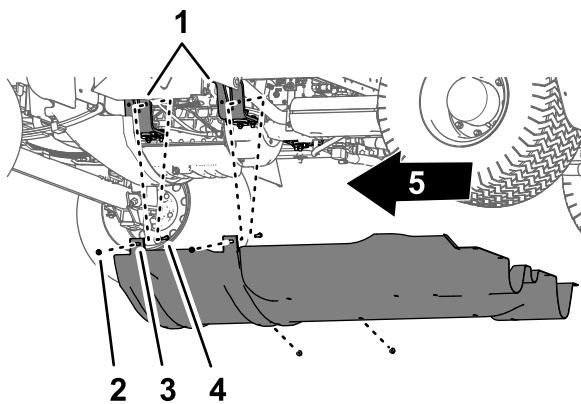

Bild 59
2. Nehmen Sie die vier Sicherungsbundmutter (5/16") von den Schrauben und der Schlossschraube ab, mit denen die Befestigungsnasen der Fahrwerkabdeckung an den Befestigungshalterungen des Motors der Maschine befestigt sind (Bild 59).
- Nehmen Sie die Fahrwerkabdeckung von der Maschine ab (Bild 58 und Bild 59).
- Fluchten Sie die Fahrwerkabdeckung mit dem unteren Chassis der Maschine aus, siehe Bild 59 in Entfernen der Fahrwerkabdeckung (Seite 52).
- Schieben Sie die Befestigungsösen der Fahrwerkabdeckung über die Schrauben und die Schlossschraube an den Motorbefestigungshalterungen der Maschine, siehe Bild 59 in Entfernen der Fahrwerkabdeckung (Seite 52).
- Befestigen Sie die Fahrwerkabdeckung mit den vier Sicherungsbundmutter (5/16"), die Sie in Schritt 2 von Entfernen der Fahrwerkabdeckung (Seite 52) entfernt haben, an den Befestigungshalterungen des Motors (Bild 59).